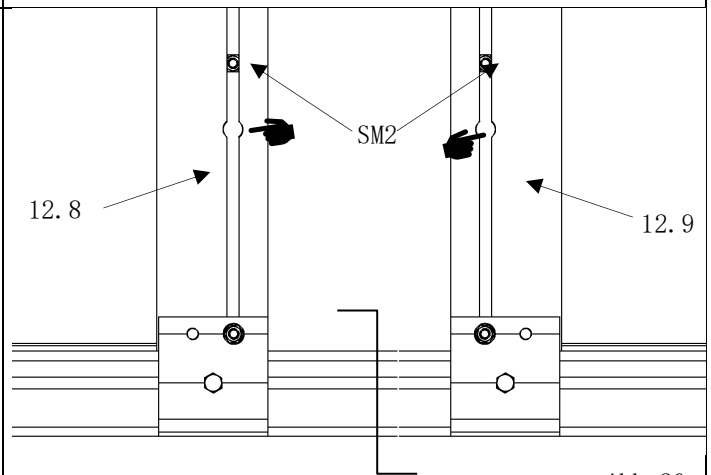

Abb. 20
- den Kopf der Sechskantschrauben (Pos. SM2) wird in die Montagebohrungen der beiden Türrahmensprossen (Pos. 12.8/12.9) eingeführt. (Abb. 20)